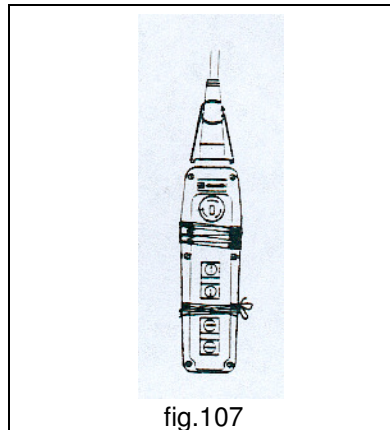

fig.107
- **MAI** eseguire riparazioni provvisorie o interventi di ripristino non conformi alle istruzioni (fig.107).